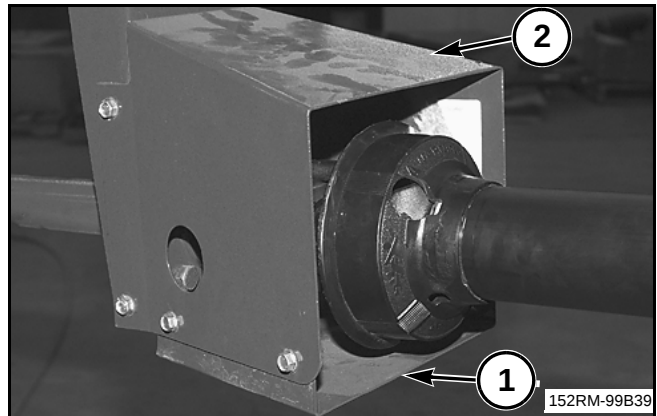

FIG. 173
FIG. 173: Quite el blindaje inferior de la junta universal (1) del blindaje superior de la junta universal (2) en la parte trasera de la línea de impulsión de la lengüeta. Quite el blindaje superior de la junta universal. Retenga toda la tornillería para la instalación posterior.